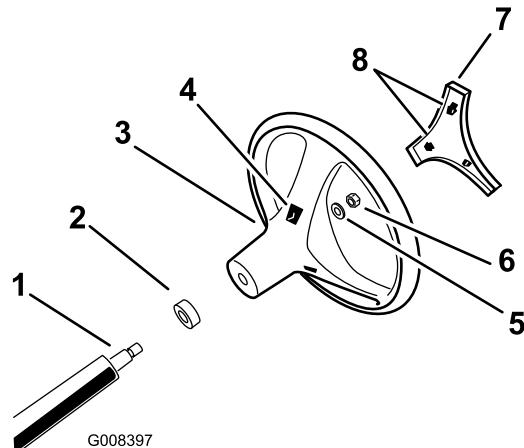

Figura 3
- Fixe o volante ao eixo, utilizando a porca (Figura 3). Aperte a porca a 24-30 Nm.